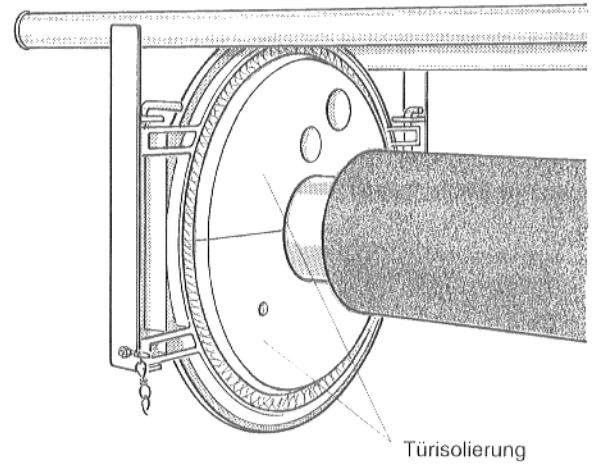

Abb. 5
- Die beiden Teile der Türisolierung vorsichtig entfernen. Sie werden wiederverwendet (Abb. 5).